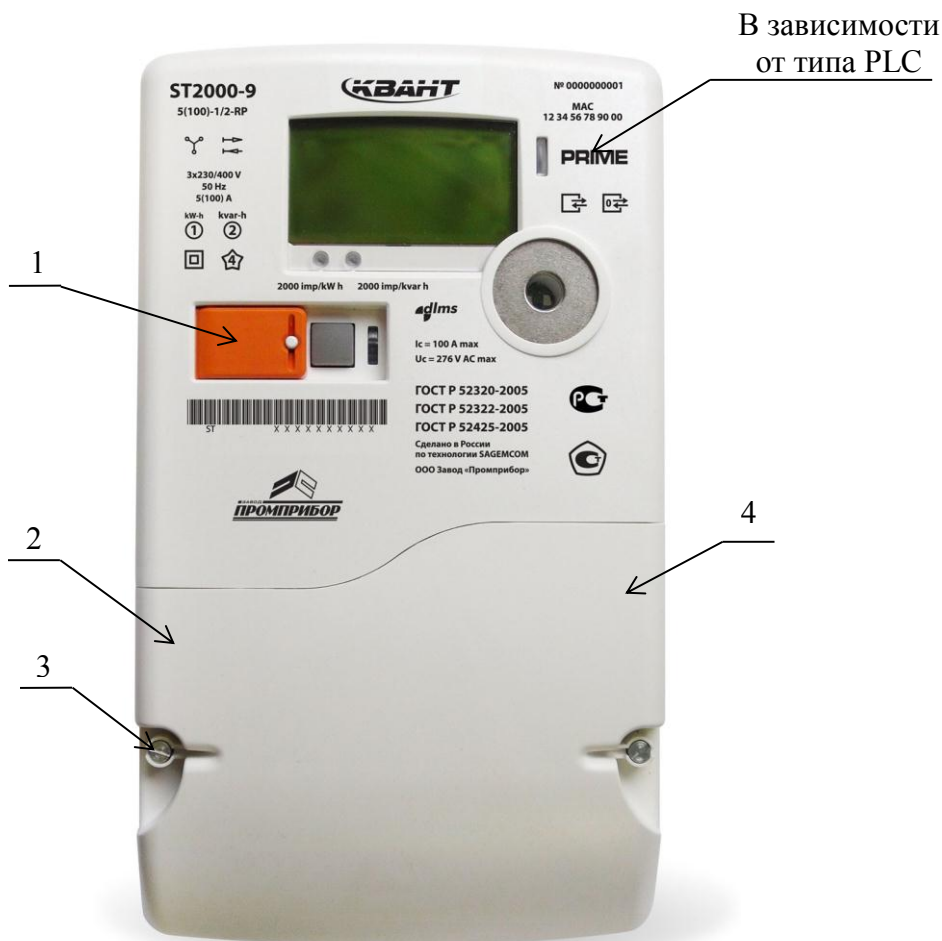

Рисунок 1.4. Пример маркировки счетчика ST 2000-9 и места размещения поверительного клейма и пломбирования, где
- снять пломбу защитной крышки контактной колодки, отвернуть два винта крепления и снять защитную крышку (Рисунок 1.4);